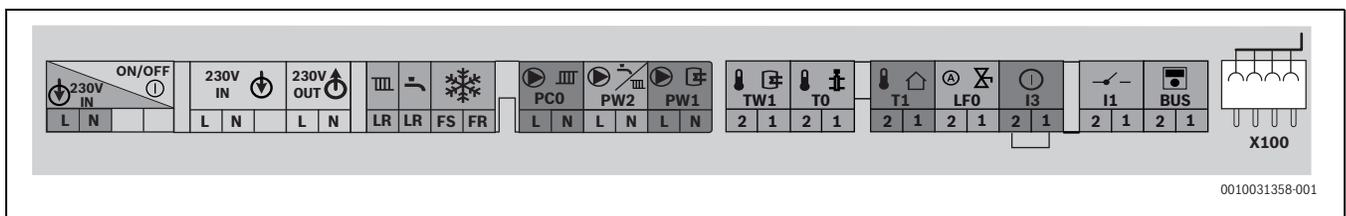

Fig. 28 Bornier pour accessoires externes
- Raccorder le câble au bornier des accessoires externes (→ fig. 28).